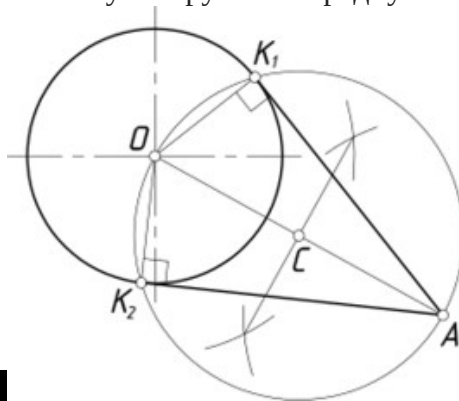

Рис. 1.13. Построение касательной прямой к окружности
- 1) соединить заданную точку A (рис. 1.13) с центром окружности O ;
Следует отметить, что рис. 1.13 иллюстрирует также один из способов точного графического построения двух перпендикулярных прямых (касательной и радиуса).
Построение прямой, касательной к двум окружностям. Обращаем внимание читателя на то, что задачу построения прямой, касательной к двум окружностям, можно рассматривать как обобщенный случай предыдущей задачи (построение касательной из точки к окружности). Сходство этих задач прослеживается из рис. 1.13 и 1.14.